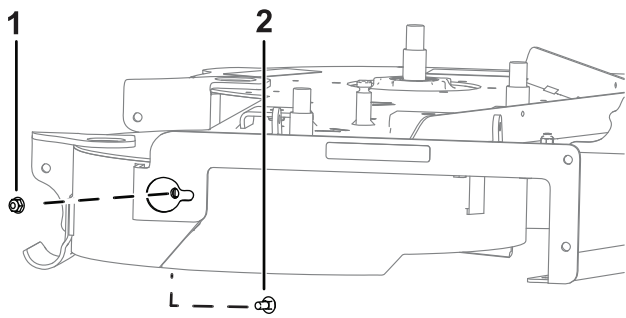

Figure 6
3. Befestigen Sie die hintere Wand des rechten Ablenkblechs mit einer Schlossschraube (5/16" x 3/4") und einer Mutter (5/16") am Mähwerk, wie in Figure 6 dargestellt.